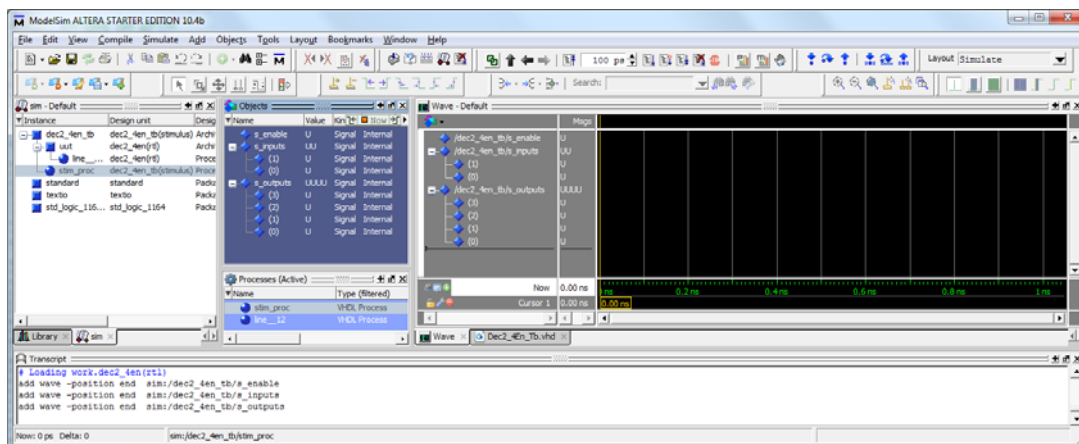

Figura 7 – Sinais **s_enable**, **s_inputs** e **s_outputs** adicionados à janela “Wave”.
10. Adicione à janela “Wave” (por *drag-and-drop* da janela “Objects”) os sinais da *testbench* ligados aos portos da entidade a simular (**s_enable**, **s_inputs** e **s_outputs**) conforme ilustrado na Figura 7.